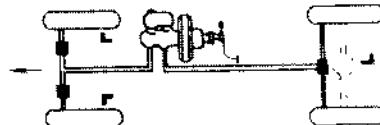

图 7.5 三传感器、三通道、前轮独立——后轮低选择控制的 ABS
④ 三传感器、三通道、前轮独立——后轮低选择控制的ABS。
此类ABS仅适用于双制动管路为前后轮独立布置形式且采用后轮驱动的汽车，后轮的速度信号由装在差速器上的一个测速传感器检测，按低选择方式对两后轮进行制动控制，其他特点及性能与类型③相近，如图7.5所示。